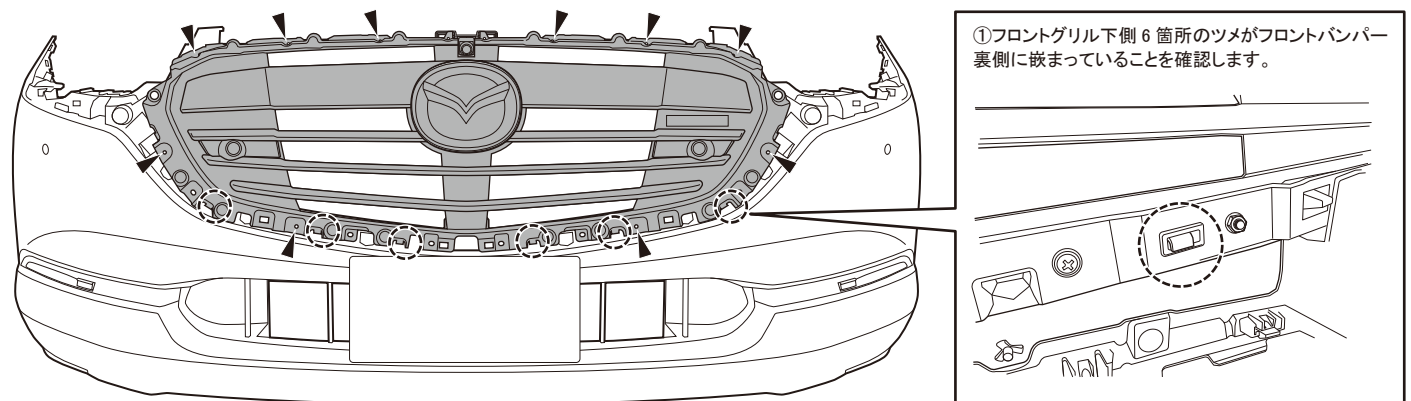

図9 ①フロントグリル裏側ブラケットとフロントバンパーの固定
12. 図9を参照し、⑨トラスタッピングビスを使用し、②ミリ波レーダーブラケットとフロントバンパーを固定します。